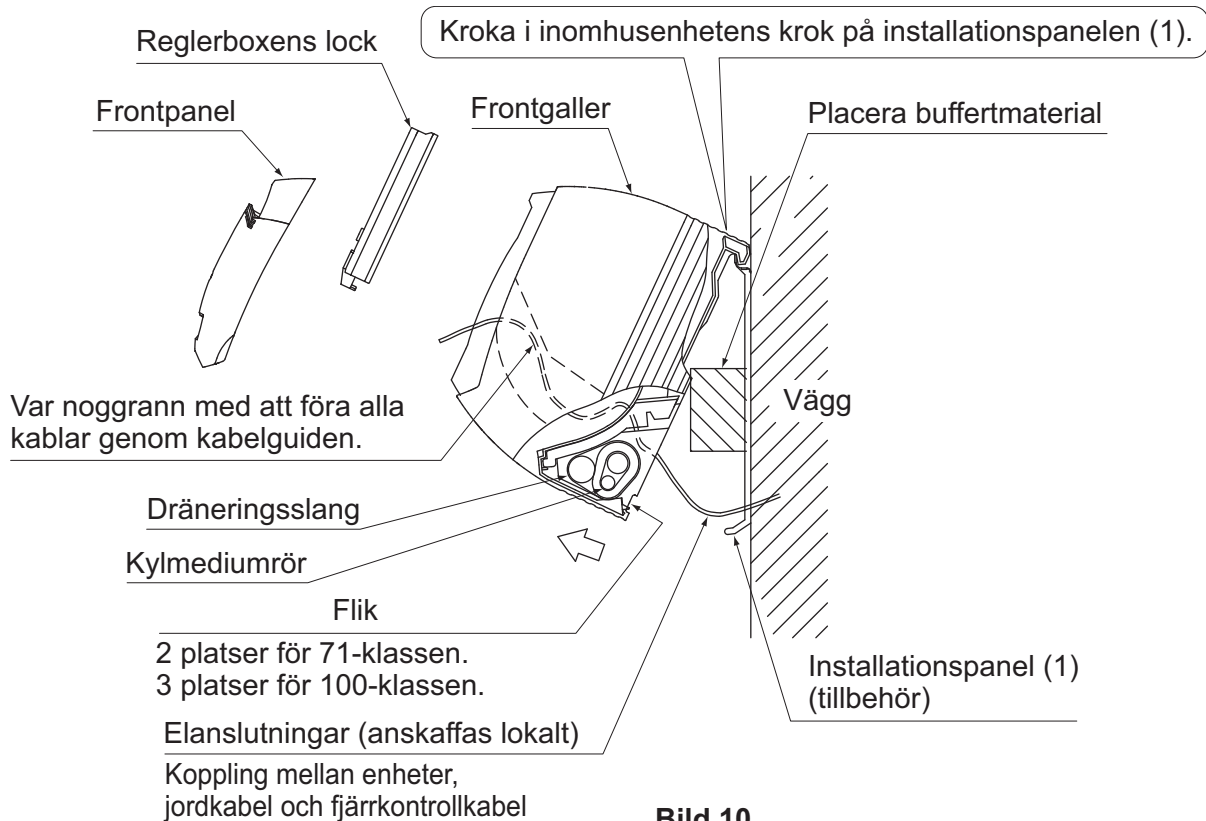

Bild 10
(3) Kroka i inomhusenheten på installationspanelen. (Se bild 10)
(6) Tryck på inomhusenhetens under kanter med båda händerna och kroka på fästet på inomhusenhetens baksida på installationspanelen (1). (Se bild 10)
- Ta nu bort det buffertmaterial som du placerade ut i steg (3).